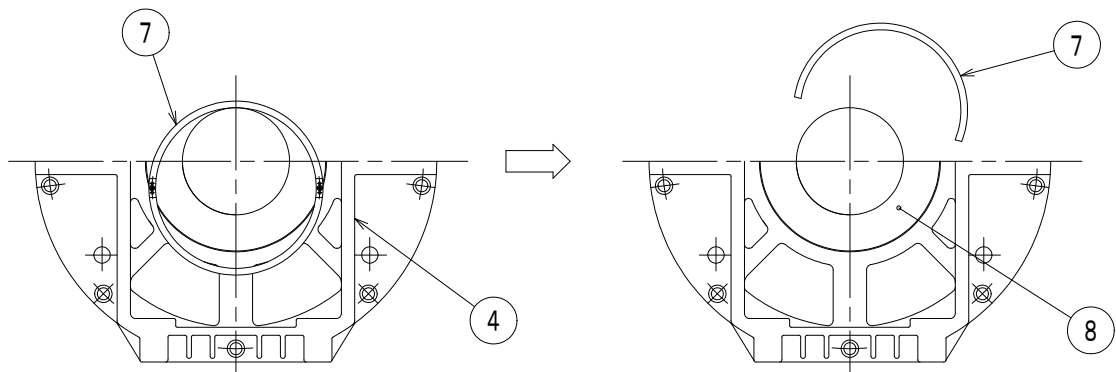

図13-4
- (a) ⑥軸受上半分にアイボルトを取り付ける。
(4) オイルリングの分解(図13-4参照)
- (a) ⑦オイルリングの合せ目を上部にし、結合ねじを外す。
- (b) ⑦オイルリングをジャーナル部より取り出す。